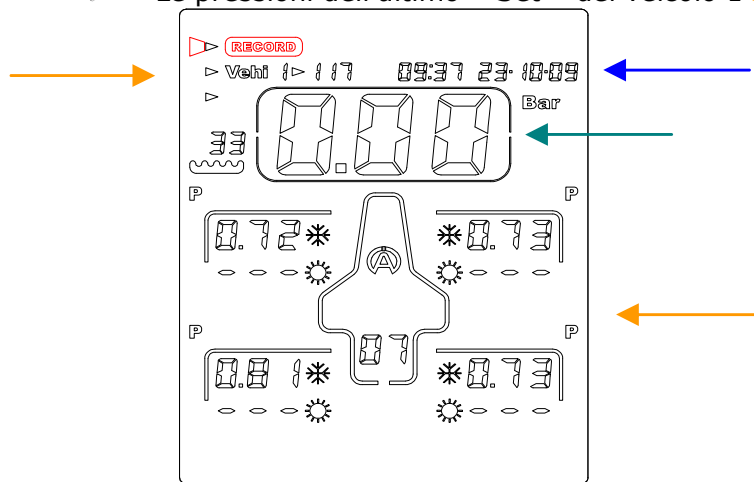

Figura 1
1) Con i 4 tasti  , selezionare l'icona « **RECORD** » (figura 1)